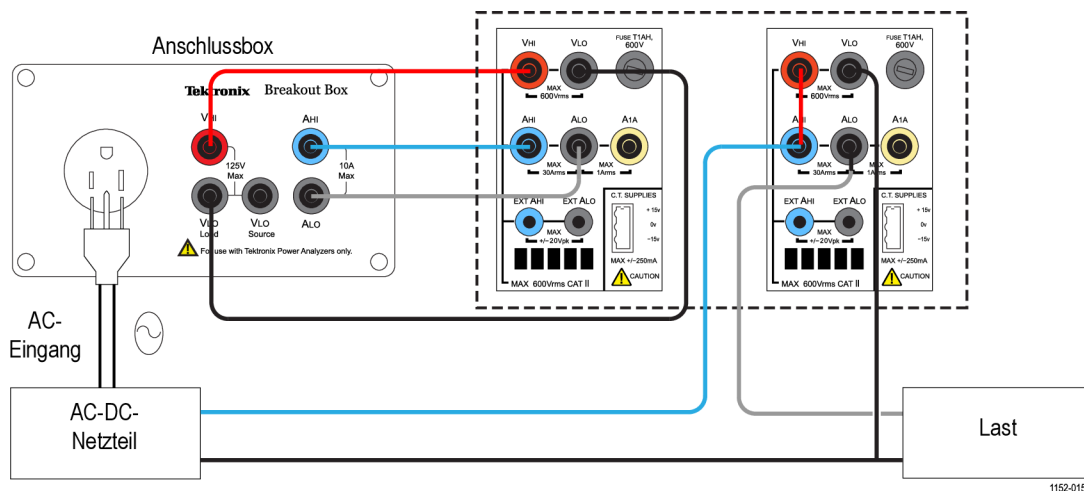

Abbildung 38: Anschlussdiagramm zur AC/DC-Effizienzmessung
1. Verbinden Sie den AC-Eingang am Prüfling mit dem ersten Kanal des PA3000 mithilfe einer Tektronix Anschlussbox (BB1000), wie im Anschlussdiagramm dargestellt. (Siehe Abbildung 38 auf Seite 115.)